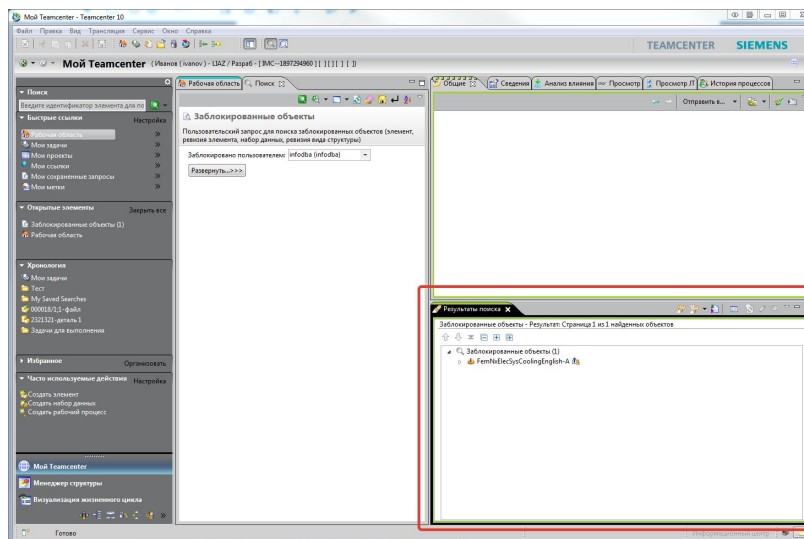

Рис. 24
5. Найденные объекты будут показаны в нижнем правом углу приложения «Мой Teamcenter» (Рис. 24)